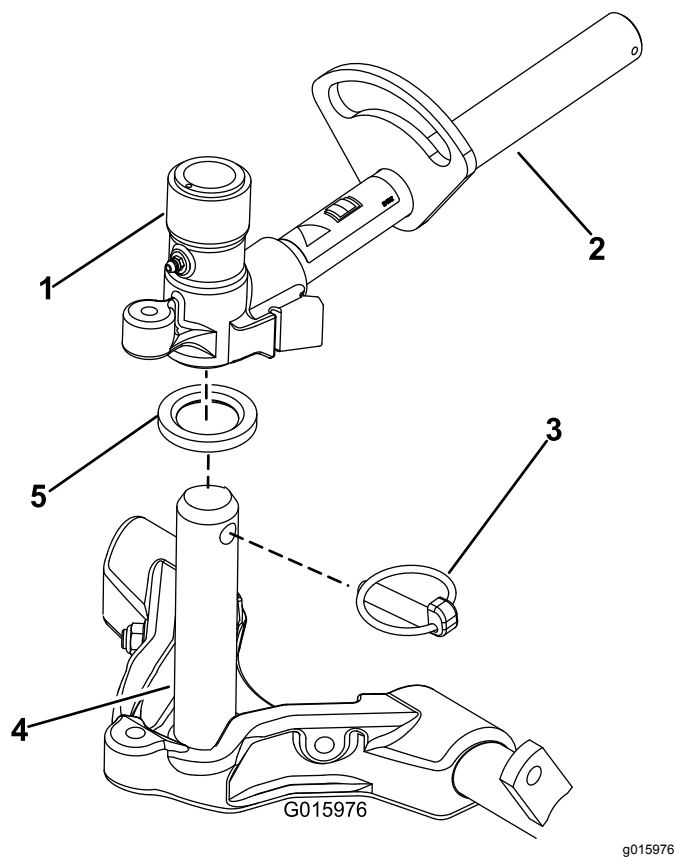

Рисунок 16
9. Нанесите чистую консистентную смазку на ось несущей рамы (Рисунок 16).
10. У передних режущих блоков: задвиньте режущий блок под подъемный рычаг, вставляя при этом ось несущей рамы в находящуюся над ней поворотную втулку подъемного рычага (Рисунок 16).
11. Закрепите ось несущей рамы в поворотной втулке подъемного рычага с помощью шплинта с кольцом (Рисунок 16).
B. Наденьте втулку подъемного рычага на ось несущей рамы (Рисунок 16).